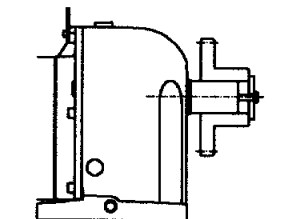

図5 スプロケット取付け方法
- (4) スプロケット、カップリングなどの穴公差はH8程度とし、出力軸軸端ネジ穴を利用して、スムーズに取り付けてください。図5参照。
- (5) 軸受や歯車などに悪影響をおよぼしますのでハンマなどで強く打込まないでください。